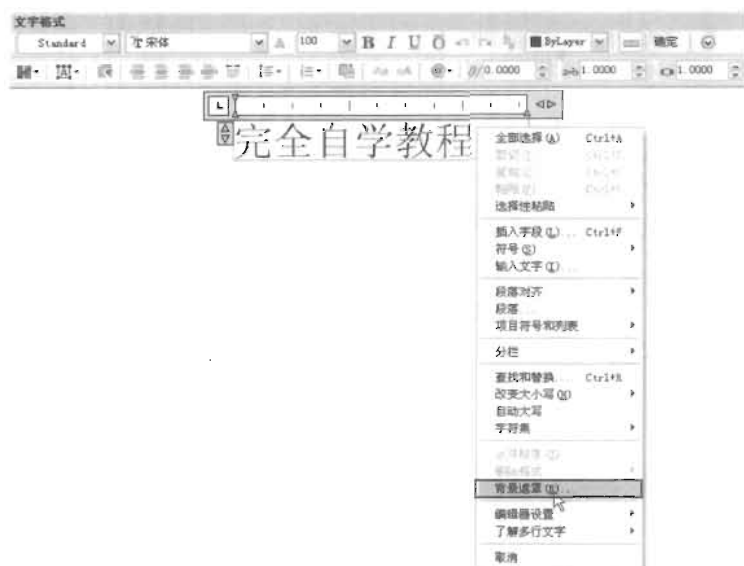

图 9-34
(2) 在“文字格式”编辑器的文本区单击鼠标右键，在弹出的快捷菜单中单击“背景遮罩”命令，如图 9-34 所示。